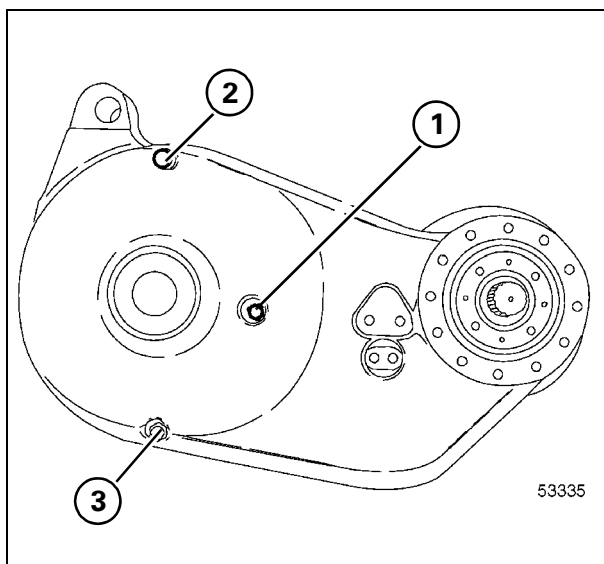

Рис. 87
76. КАРТЕРЫ КОНЕЧНОГО ПРИВОДА - Рис. 87